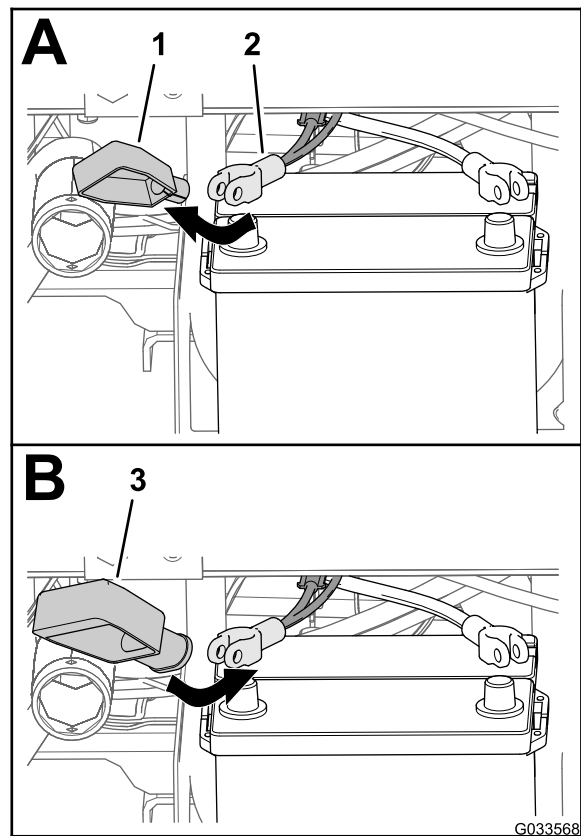

Bild 28
2. Nehmen Sie die Abdeckung (schmal) vom Pluskabel der Batterie ab (Bild 28).
3. Schieben Sie die breite Batterieabdeckung über das Pluskabel der Batterie, wie in Bild 28 abgebildet.